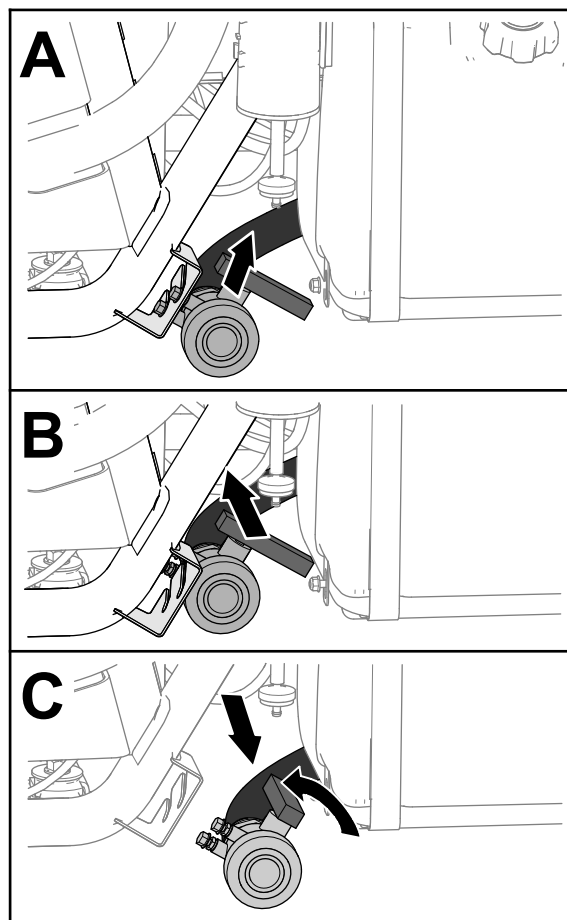

图27
2. 找到机器左侧、油缸前方的药缸排水阀（图27）。
3. 提起排水阀并向内移动，直至阀的安装螺栓离开排水阀支架中的槽，然后向后移动排水阀（图27）。
4. 将排水阀的端部与排水容器对齐，将手柄逆时针旋转至打开位置（图27）。
5. 当药缸完全排空时，将排水阀手柄旋回已关闭位置，然后将排放阀安装到支架上（图27）。